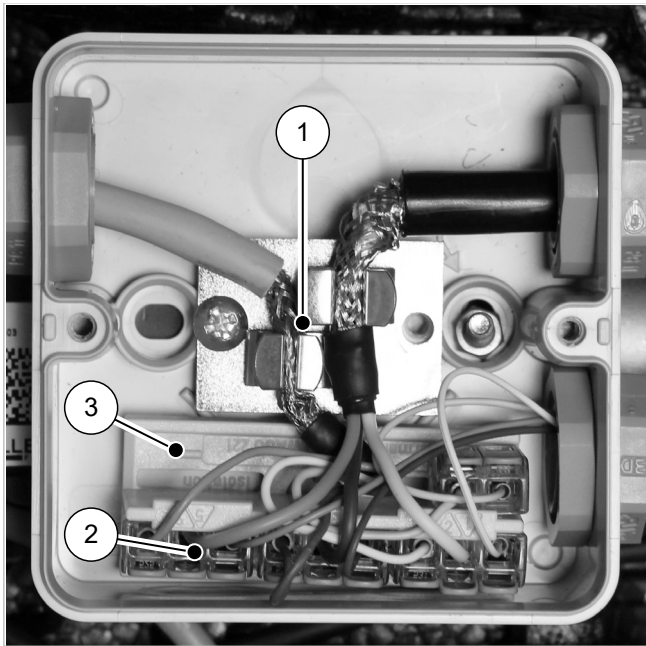

Fig. 10: Caja de conexión Modbus
- 7. Si no hay pegatina, conecte los cables a los terminales según la siguiente codificación de colores (véase → fig. 10):